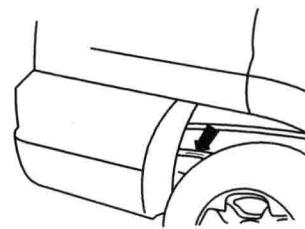

图 1-4 车辆识别号位置（二）
3) 在车架右纵梁后段外侧(右后轮位置),如图 1-4 所示。